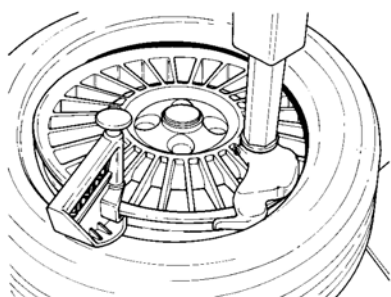

Fig. 4.2-4
C. Monter le talon supérieur de la même façon. Monter le talon supérieur de la même façon. Pour les pneus taille baisse, utiliser l'étau de montage en option (#EAA0247G11A Fig. 4.2-4).
Suivez ces instructions qui utilisent l'étau de montage (Fig. 4.2-4).
- Placer l'outil de montage (optionnel) pour maintenir le talon du pneu à l'intérieur de la jante (Fig. 4.2-4).